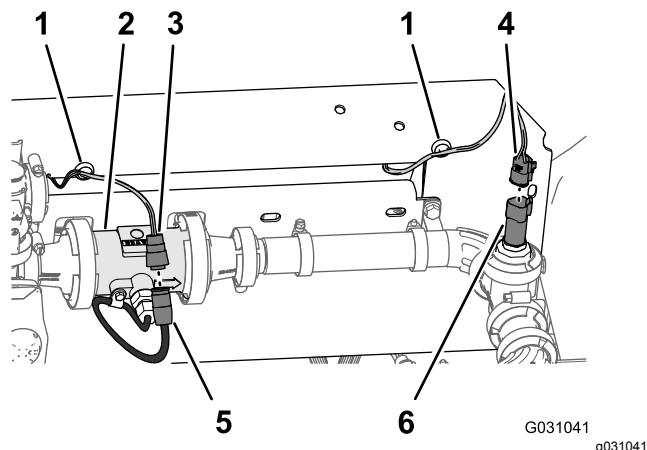

Figura 108
1. Fate passare i connettori della diramazione di 218,4 cm e 75,5 cm del cablaggio preassemblato con l'etichetta **Flow Meter** (flussometro) e **Pressure Transducer** (trasduttore di pressione) dietro al supporto del collettore (Figura 108).
2. Collegate il connettore a 3 prese della diramazione da 75,5 cm del cablaggio preassemblato per il flussometro (non etichettato) al connettore a 3 pin del cablaggio del flussometro (Figura 108).
3. Collegate il connettore a 3 prese della diramazione da 218,4 cm del cablaggio preassemblato per il **Trasduttore di pressione** etichettato al connettore a 3 pin del trasduttore di pressione (Figura 108).
4. Applicare gli ancoraggi magnetici del cablaggio per il flussometro e il trasduttore di pressione sulla superficie del supporto del collettore (Figura 108).